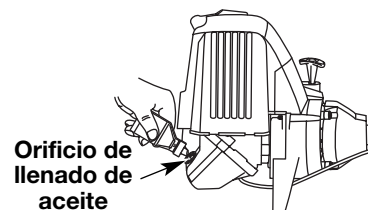

Fig. 2
- Saque el tapón de aceite/ varilla de medición del cigüeñal (Fig. 2).